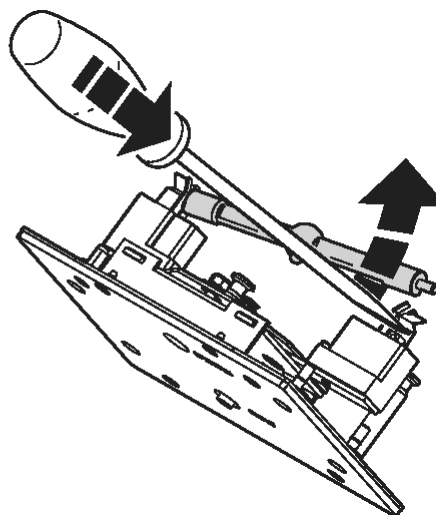

рис.2: Извлечение лампы
3. Нажмите на фиксирующую пружину справа и аккуратно вытолкните контакт. Для этого можно использовать отвертку, как показано на рис. 2. Снимите лампу.